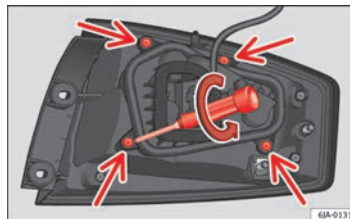

Abb. 158 Befestigungsschrauben an der Rückseite der Heckleuchteinheit
- Lösen Sie mit dem Einsteck-Schraubendreher oder einem T20 Torx-Schlüssel die vier Befestigungsschrauben des Lampenträgers durch Drehen gegen den Uhrzeigersinn ⇒ **Abb. 158**. Achten Sie darauf, die Befestigungsschrauben des Lampenträgers nicht zu verlieren. ■